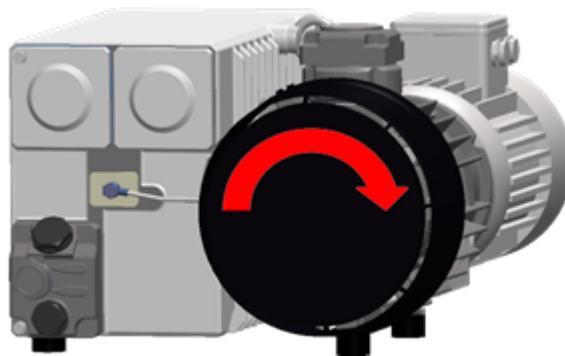

Abbildung 6: Rotationsrichtung der Vakuumpumpe
5. Prüfen Sie die korrekte Rotationsrichtung der Pumpe des Dreiphasenmodells. Vgl. *Abbildung 6: Rotationsrichtung der Vakuumpumpe* auf Seite 25.